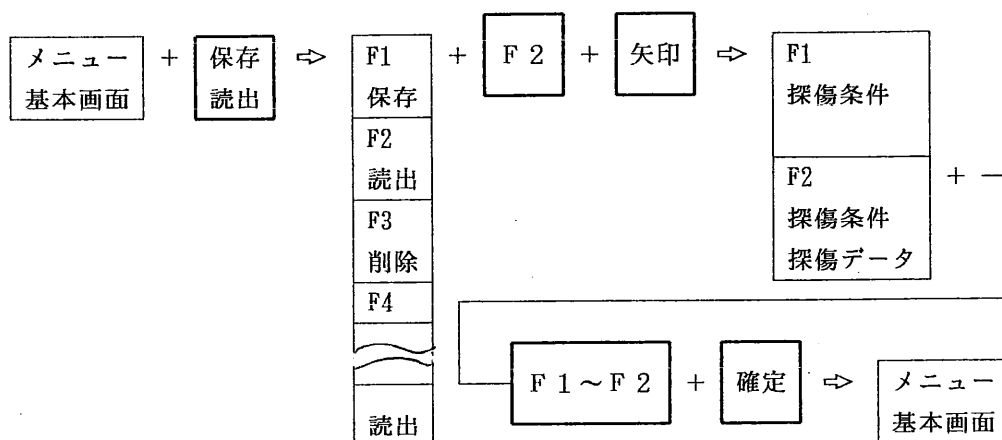

図 7.2.12 F F T に関する保存波形の読出方法
- ① 機能キー [保存・読出] を 1 回押します。図 7.2.12 の選択メニューが表示されます。図の操作手順で選択キー [F 2] を押し、確定キーを 1 回押すと、表示器にエコーの図形が表示されます。（保存を F F T 結果、R F 波形、D C 図形のいずれで行っても、読出した図形は、予め指定した表示形式の図形になります。）
- ② 次に機能キー [F F T] を 1 回押します。この後は 7.2.3.1 又は 7.2.3.2 で説明した手順で、表示されたエコーを周波数分析できます。